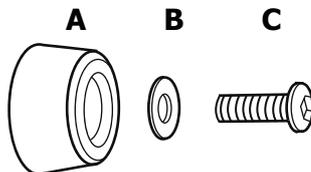

Figure 1
**ETAPE 1** – Assemblez tout d’abord une fixation de type 1 (voir figure 1) comme illustré ci-dessus. La fixation de type 1 est nécessaire aux points de fixation 1 indiqués sur la figure 4 (la fixation de type 1 est utilisée au point de fixation où un cache-vis n’est pas nécessaire, la partie supérieure de la fixation n’étant pas visible).